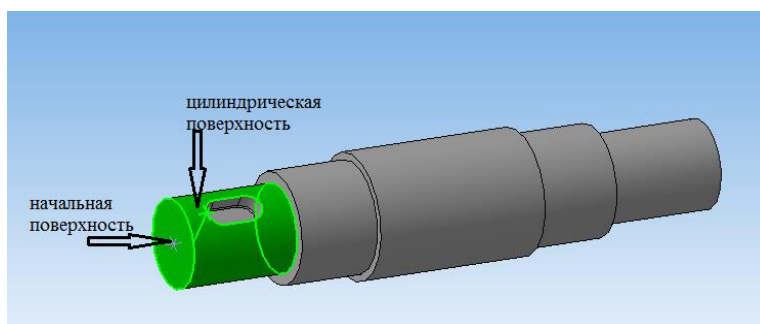

Рисунок 24.
6. Укажите позиционирование шпоночного паза: цилиндрическая поверхность длиной **15мм**, начальная поверхность – наружный торец этого цилиндра (рисунок 24). **Расстояние - 3мм, Угол – 270°**. Создать объект.